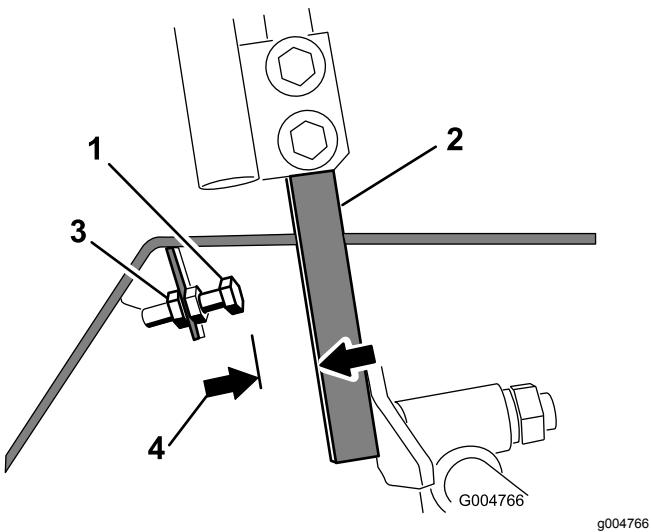

図 53
4. コントロールレバーのストップboltについているジャムナットをゆるめる図 53。